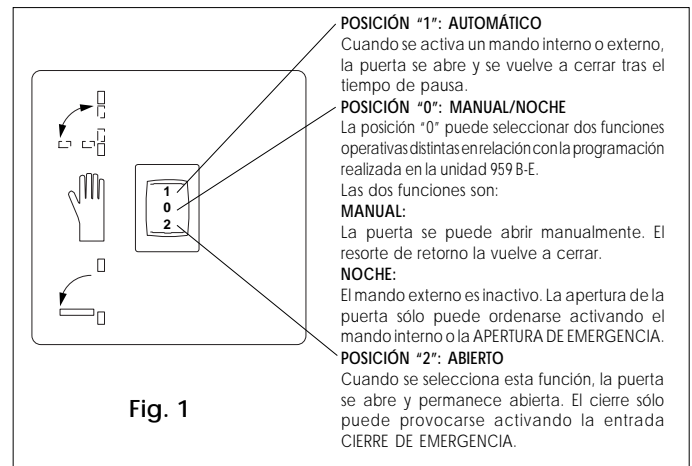

Fig. 1
**Sistema de arrastre (fig. 1- ref. 7)**
El equipo automático 959 B-E está dotado de un selector que permite elegir la lógica de funcionamiento (fig. 1).